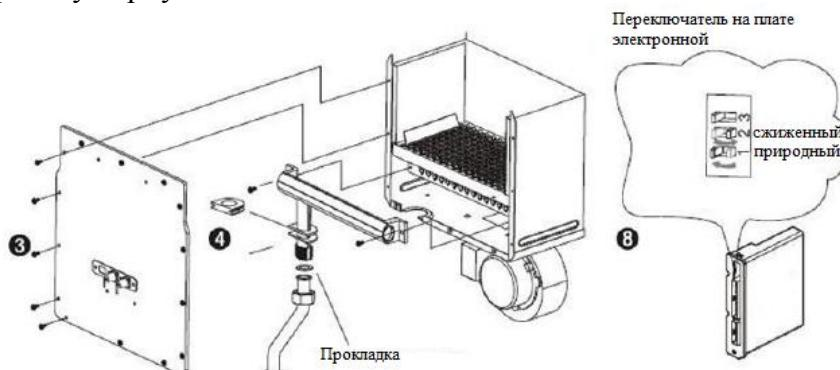

Рис. 11. Перевод котла на другой вид газа
- ✓ выкрутите винты крепления стенки передней (поз. 3, см. Рис. 11) и снимите её;
- ✓ выкрутите два винта крепления коллектора и горелки. Открутите гайку крепления коллектора и клапана газового (поз. 4, см. Рис. 11);
- ✓ на плате электронной переведите переключатель "2" в положения "ON", а переключатель "1" в положение "OFF" – для сжиженного газа, переключатель "2" в положения "OFF", а переключатель "1" в положение "ON" – для природного газа (поз. 8, см. Рис. 11);